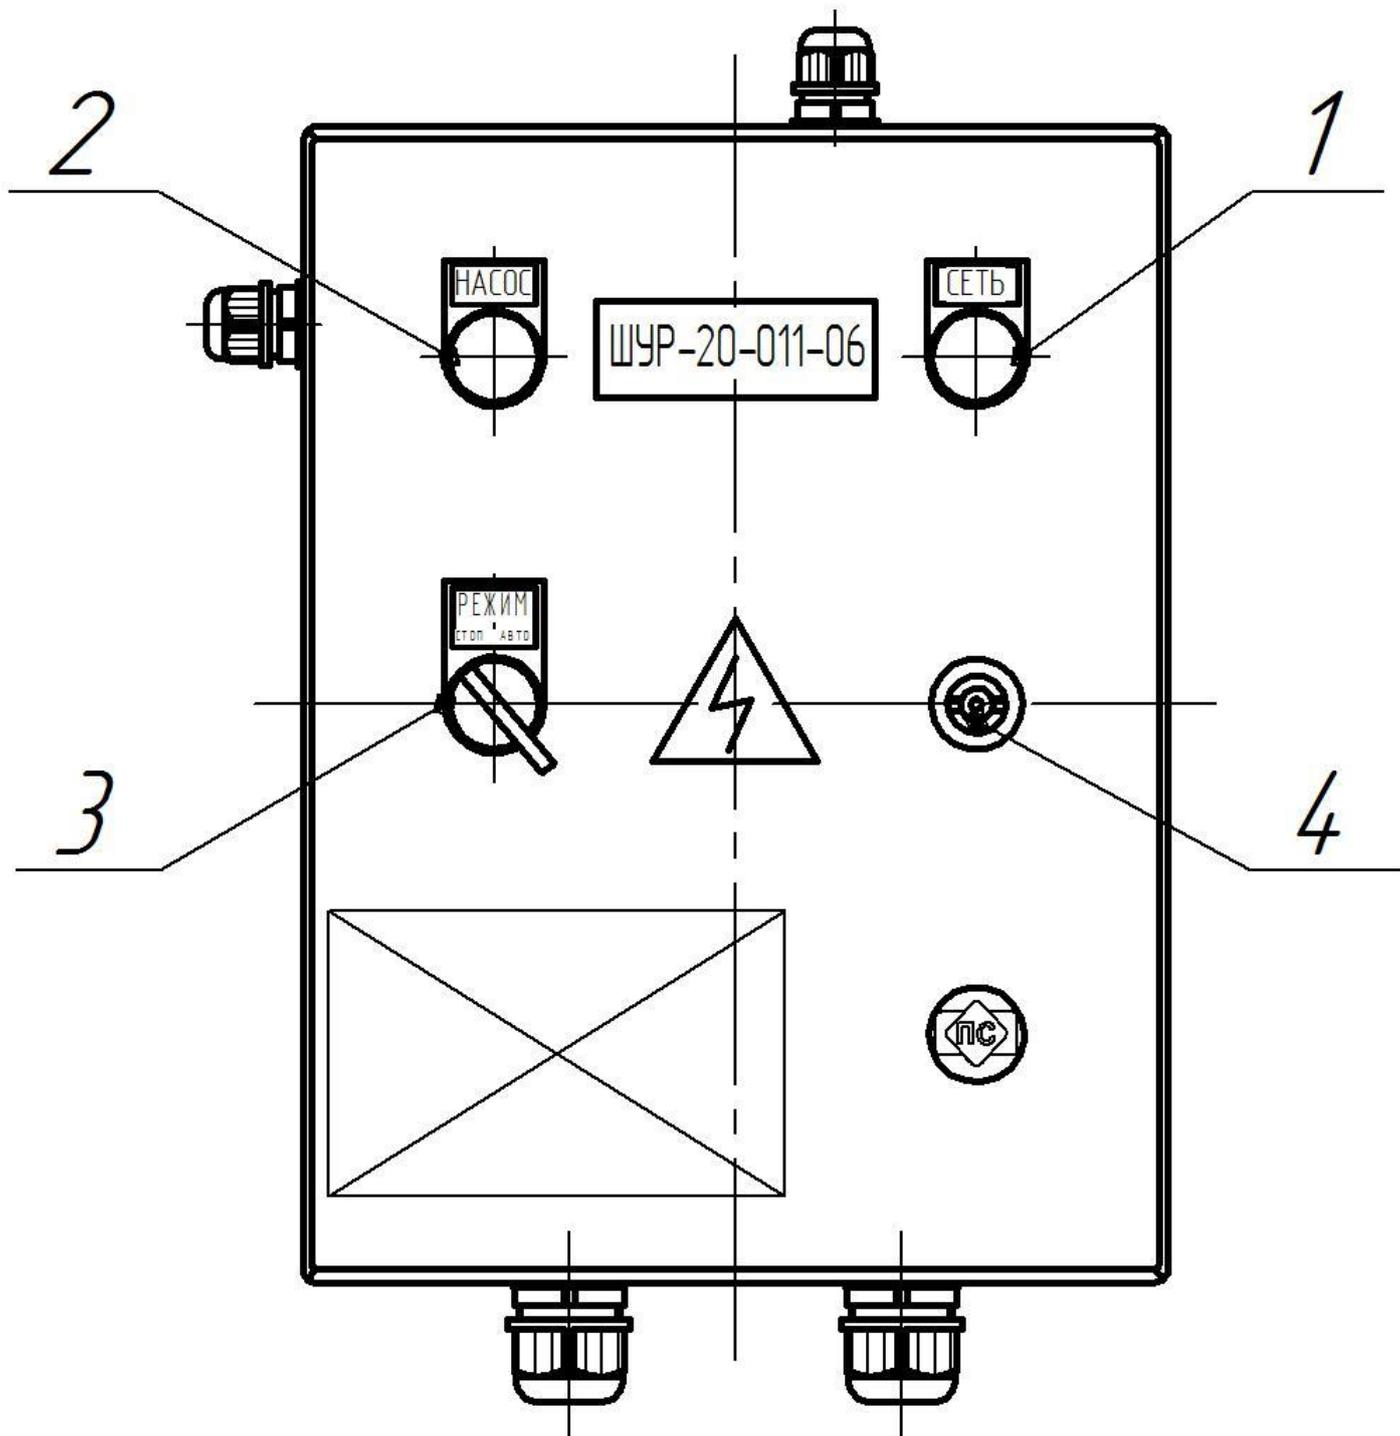

Рисунок 2. Дверца шкафа:
4.9 Включение автоматического режима регулирования выполняется переводом переключателя «РЕЖИМ» - режима работы ШУР (Рисунок 2) в положение «АВТО», при включенном электропитании термоконтроллера ПРАМЕР-710М п.4.7.
4.10 В случае возникновения аварийных ситуаций (разгерметизация трубопровода, посторонние шумы при работе оборудования, обрыв соединительных проводов и т.д.) необходимо перевести переключатель режима работы ШУР (Рисунок 2) в положение «СТОП» и немедленно сообщить о ситуации обслуживающему персоналу. При установке переключателя в положение «СТОП» выключается циркуляционный насос и питание электропривода регулирующего клапана. В случае использования электропривода ЭП-200 (со встроенным аккумулятором) при отключении сетевого питания выполняется автоматическая установка регулирующего клапана в аварийное положение.